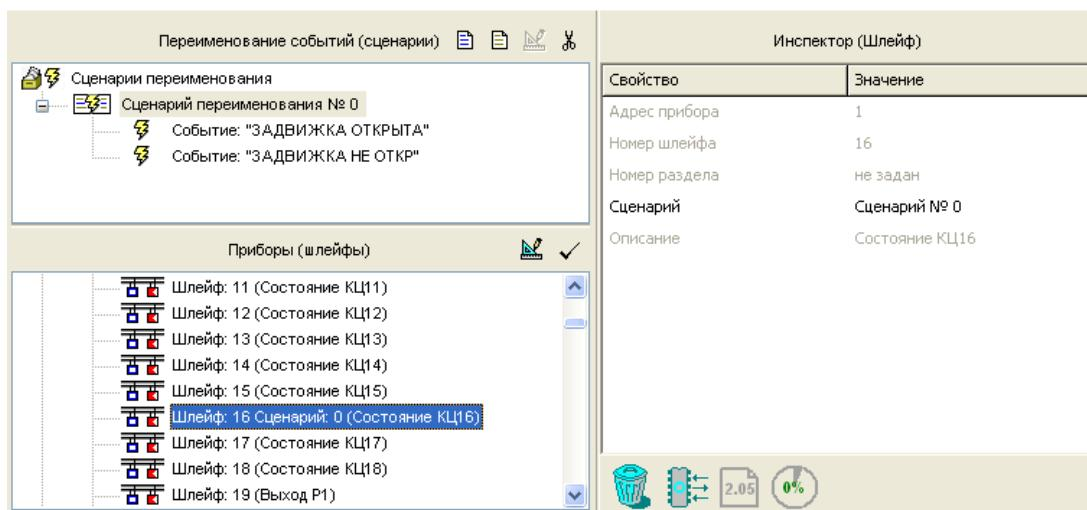

Рисунок 20
7. В нижнем окне «Приборы (шлейфы)» выделите зону, имеющую тип 11 (в базовой конфигурации «Поток-ЗН» это шлейф 16), и нажмите кнопку . Созданный сценарий будет назначен выбранной зоне (для базовой конфигурации «Поток-ЗН» - шлейфу 16) (см. Рисунок 20).